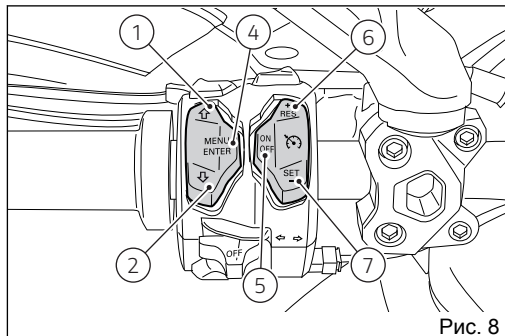

Рис. 8
6) КНОПКА КРУИЗ-КОНТРОЛЯ – RES (Resume) / + (more) (Рис. 8)
7) КНОПКА КРУИЗ-КОНТРОЛЯ – SET (Setup) / - (less) (Рис. 8)